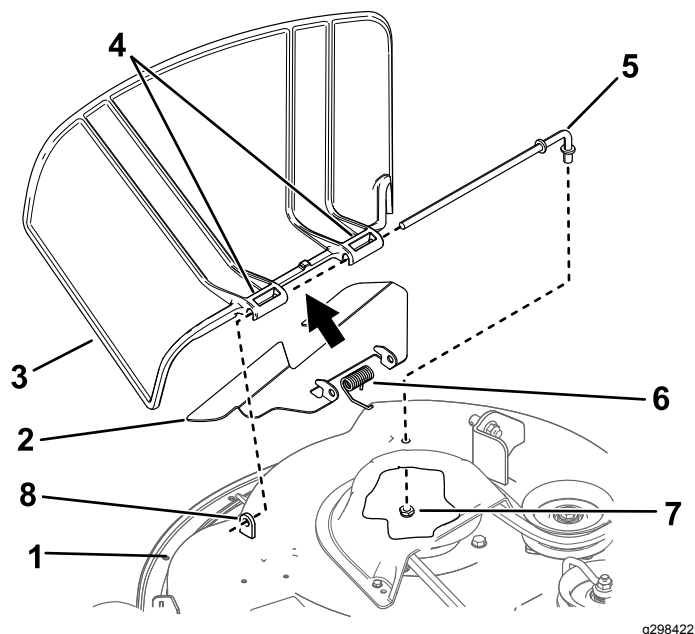

Figura 71
1. Togliete il dado ($\frac{3}{8}$ "") dall'asta sottostante il tosaerba (Figura 71).
2. Estraiete l'asta dal distanziatore corto, dalla molla, dal deflettore e dal deflettore dell'erba (Figura 71).
4. Montate il nuovo deflettore dell'erba e il deflettore (Figura 71).
7. Fate scorrere l'asta attraverso la seconda staffa del deflettore e del deflettore dell'erba (Figura 71).
9. Fissate l'estremità posteriore dell'asta nel tosaerba con un dado ($\frac{3}{8}$ "), come mostrato in (Figura 71).